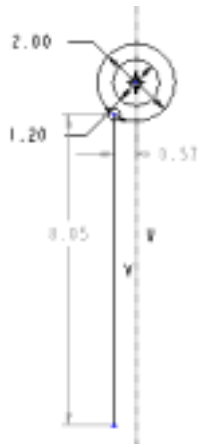

图 3-70 绘制直线
(5) 单击工具栏中的“直线”按钮, 在绘图区中绘制如图 3-70 所示的直线, 该直线与直径为 2 的圆相交并竖直向下。